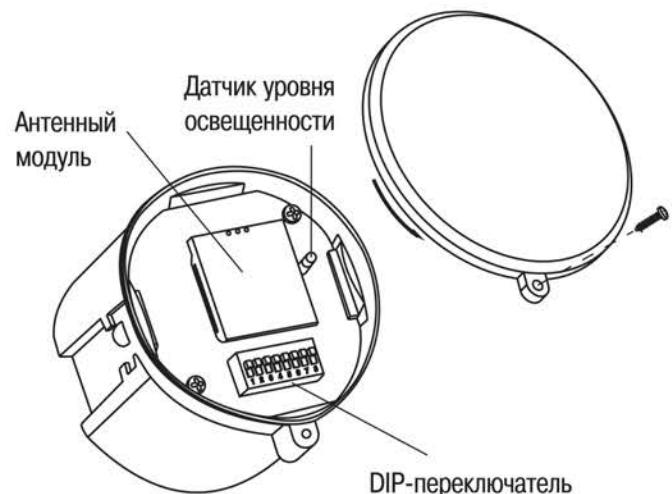

Рисунок 15 – Схема подключения датчика
5.6.3 Настройка параметров ДД-МВ601 производится DIP-переключателем, который находится под защитной крышкой. Для доступа к нему необходимо выкрутить винт и открутить по резьбе защитную крышку (рисунок 15).